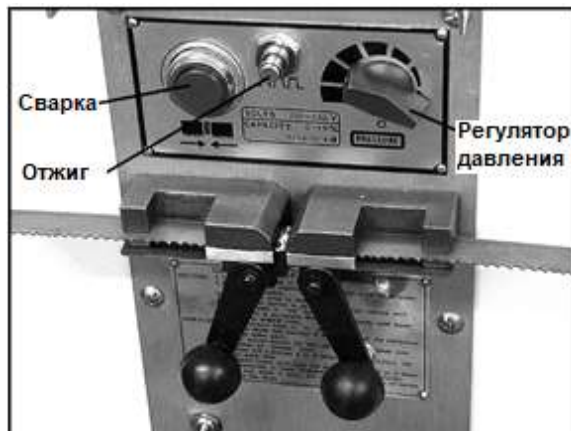

Рис. 13.
3. Установите ручку регулировки давления (Рис. 13) на "0" (вниз). ПРИМЕЧАНИЕ: при повороте ручки вы ощутите сопротивление.
7. Нажмите и удерживайте кнопку включения сварочного устройства (Рис. 13). Когда кнопка нажата, левый зажим смещается к правому и сдвигает концы полотна между собой. Одновременно с этим, через зажимы пропускается ток и происходит сварка полотна с образованием искр. Не отпускайте кнопку до тех пор, пока сварной шов не раскалится докрасна.
3. Быстро нажмите и отпустите кнопку включения отжига (Рис. 13). Повторяйте это